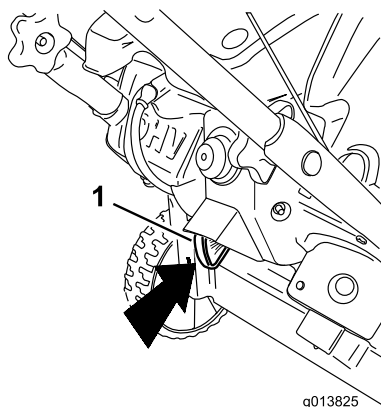

Figure 15
1. Enfoncez complètement la clé de contact à la position marche (Figure 15).